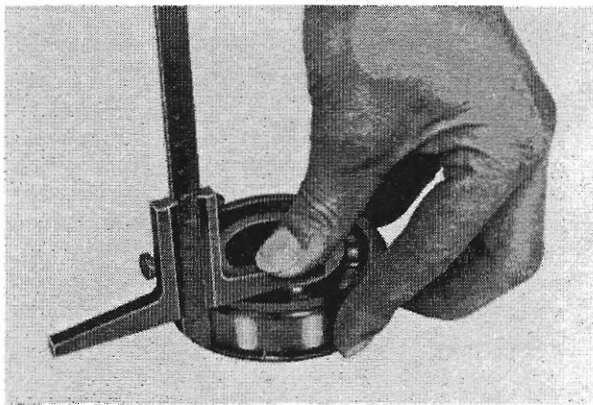

Abb. 55
2. Sprengring (203) in die Nut des Kugellagers (204) einfedern. Das Maß von der Oberkante des Lagers bis zum Sprengring feststellen. Der Sprengring muß dabei an die Außenkante der Lagernut gedrückt werden (Abb. 55).